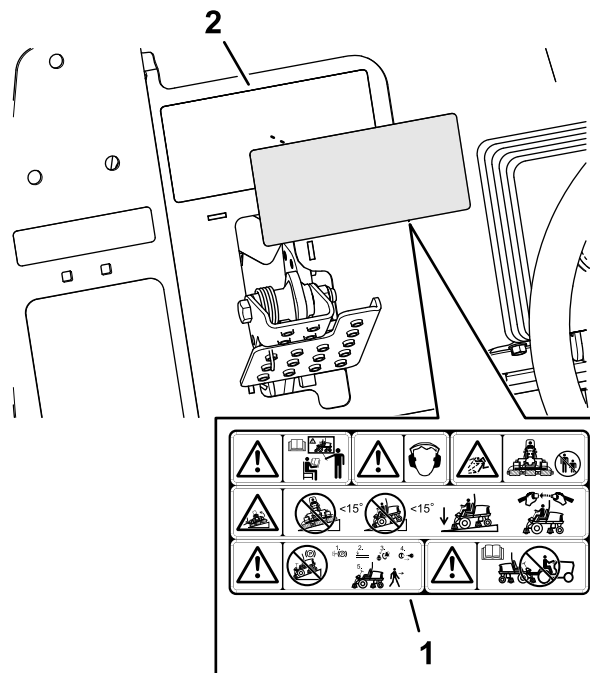

Figura 39
1. Utilize álcool e um pano limpo para limpar a superfície do autocolante de aviso 133-2930 e deixe o autocolante secar (Figura 39).